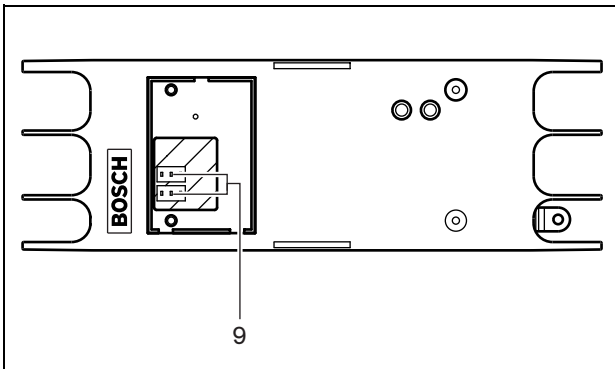
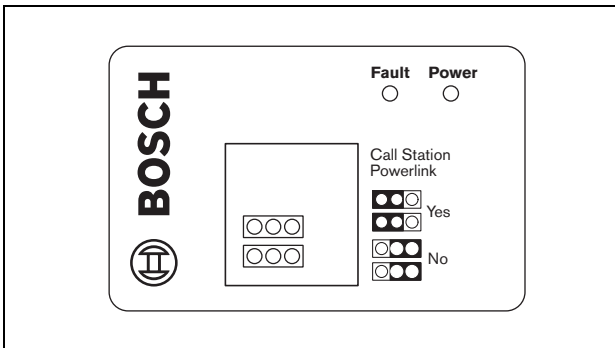

Abbildung 22.3: Inneres der Sprechstellenschnittstelle
Abbildung 22.4: Jumper-Kennzeichnung
Das Innere der Sprechstellenschnittstelle (siehe Abbildung 22.3 und Abbildung 22.4) umfasst:
Die Sprechstellenschnittstelle wird vom Praesideo-Netzwerk mit Gleichstrom versorgt und speist damit sich selbst und die angeschlossene Fernsprechstelle. Wenn die Spannung des Praesideo-Netzwerks unter 18 V (DC) abfällt, beziehen die Sprechstellenschnittstelle und die Fernsprechstelle den Gleichstrom von der externen Stromversorgung der Sprechstellenschnittstelle. Die Jumper-Einstellungen sind in Abbildung 22.4 und Tabelle 22.1 beschrieben.
Die Sprechstellenschnittstelle wird vom Praesideo-Netzwerk mit Gleichstrom versorgt und speist damit sich selbst und die angeschlossene Fernsprechstelle. Wenn die Spannung des Praesideo-Netzwerks unter 18 V (DC) abfällt, beziehen die Sprechstellenschnittstelle und die Fernsprechstelle den Gleichstrom von der externen Stromversorgung der Fernsprechstelle. Die externe Stromversorgung der Fernsprechstelle ist die Notstromversorgung für sowohl die Fernsprechstelle als auch die Sprechstellenschnittstelle. Die Jumper-Einstellungen sind in Abbildung 22.4 und Tabelle 22.1 beschrieben.
Die Sprechstellenschnittstelle wird vom Praesideo-Netzwerk mit Gleichstrom versorgt und speist damit sich selbst. Wenn die Spannung des Praesideo-Netzwerks unter 18 V (DC) abfällt, bezieht die Fernsprechstellenschnittstelle den Gleichstrom von ihrer externen Stromversorgung. Bei diesem Konzept hat die Fernsprechstelle stets ihre eigene externe Stromversorgung. Die Jumper-Einstellungen sind in Abbildung 22.4 und Tabelle 22.1 beschrieben.